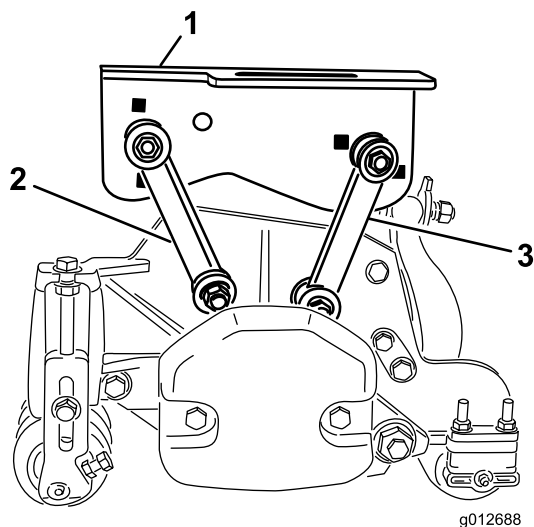

图17
- 如 图17 所示用螺栓 3/8 x 2-1/4 英寸、2 个平垫圈和 1 个锁紧螺母将前安装连杆固定到中间承载架孔中。安装时将垫圈放到连杆的两侧。上紧紧固件扭矩至 42N·m。
- 如 图17 所示用螺栓 3/8 x 2-1/4 英寸、2 个平垫圈和 1 个锁紧螺母将后安装连杆固定到中间承载架孔中。安装时将垫圈放到连杆的两侧。上紧紧固件扭矩至 42N·m。